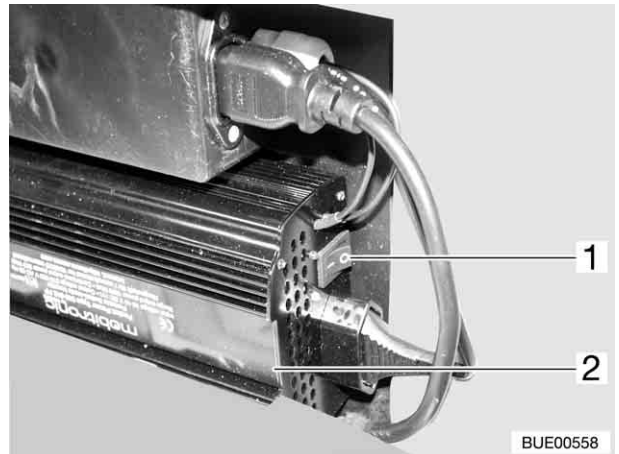

Fig. 210 Onduleur
- Onduleur (Fig. 210,2) avec interrupteur principal (Fig. 210,1)
- Enclencher l'interrupteur principal (Fig. 210,1) de l'onduleur (Fig. 210,2).